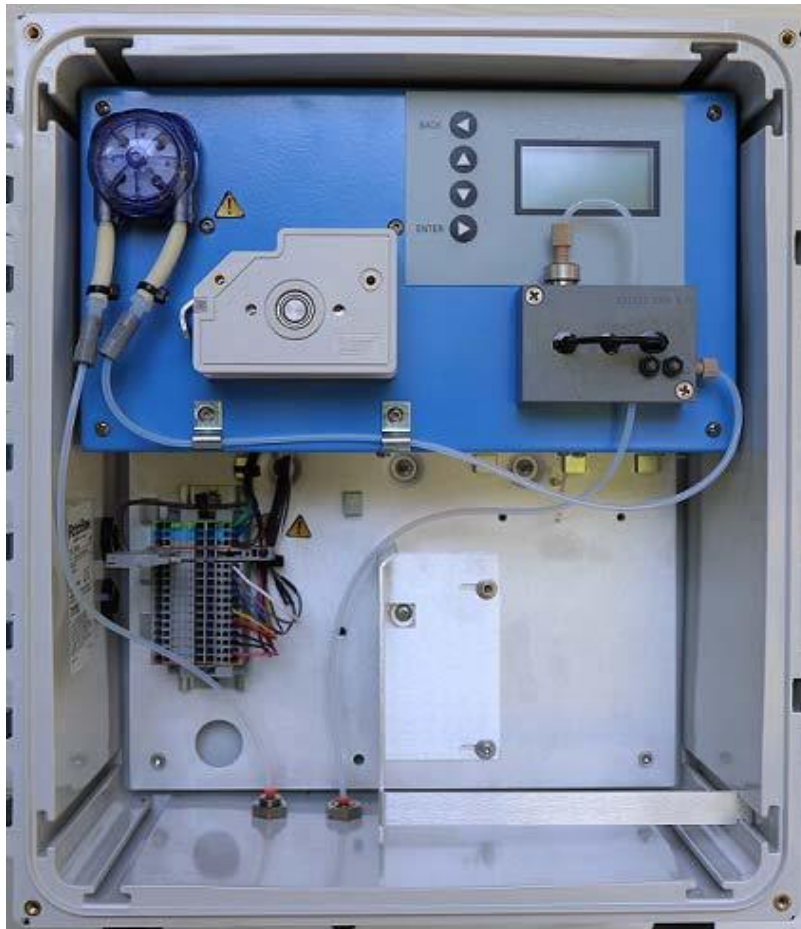

Bild 8.1 Positionierung des Probenschlauchs in der Probenpumpe
2. Entfernen Sie die Abdeckung der Probenpumpe. Trennen Sie den Probenzulauf und den Abfluss von der gerändelten Verschraubung. Bewahren Sie die gerändelte Verschraubung zum Anschluss an den neuen Probenschlauch auf. Installieren Sie den neuen Probenschlauch wie in Bild 8.1 beschrieben.